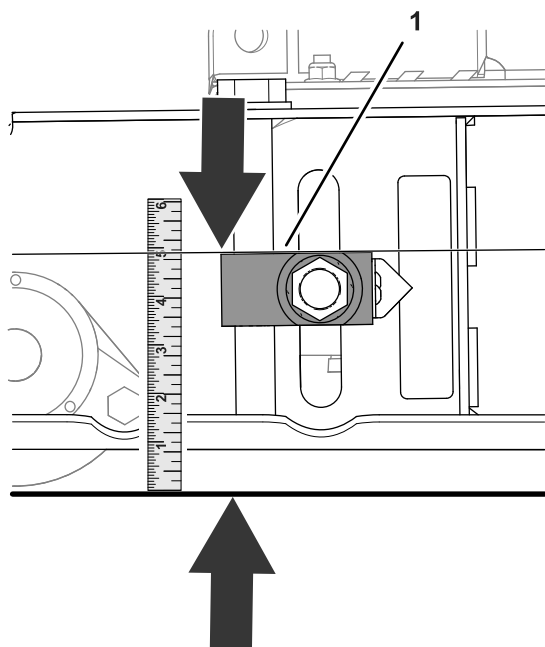

Figura 81
2. Mida la distancia entre la parte superior del bloque del ajustador y el suelo (Figura 81).